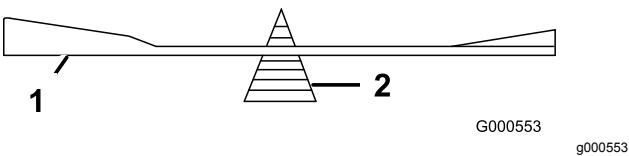

Figure 67
2. Vérifiez l'équilibre de la lame en la plaçant sur un équilibrEUR (Figure 67).